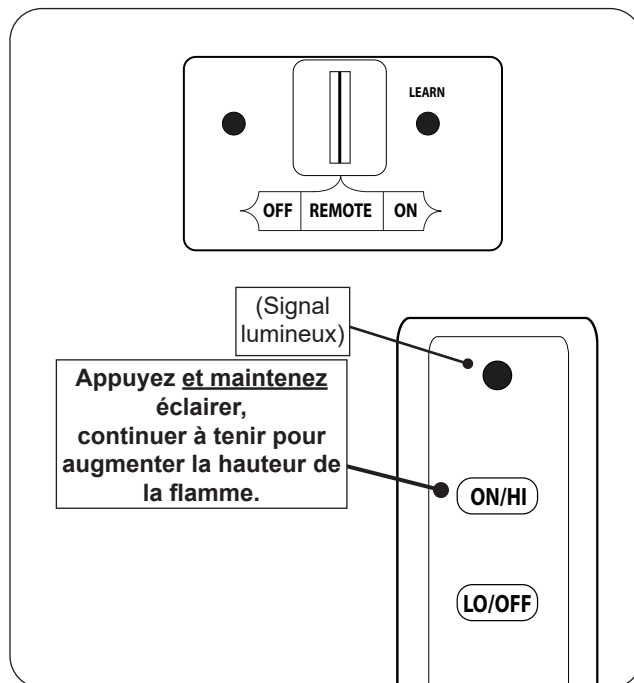

Fig. 77-1 Éclairage à distance
1. Assurez-vous que la veilleuse brûle. Localisez ensuite l'interrupteur à 3 positions sur le récepteur à distance et faites glisser l'interrupteur sur la position **REMOTE** (télécommande) (voir Fig. 77-1).
2. Localisez la télécommande et maintenez enfoncé le bouton **ON / HI** (sur/ haut) (voir Fig. 77-1). La séquence d'allumage commencera.